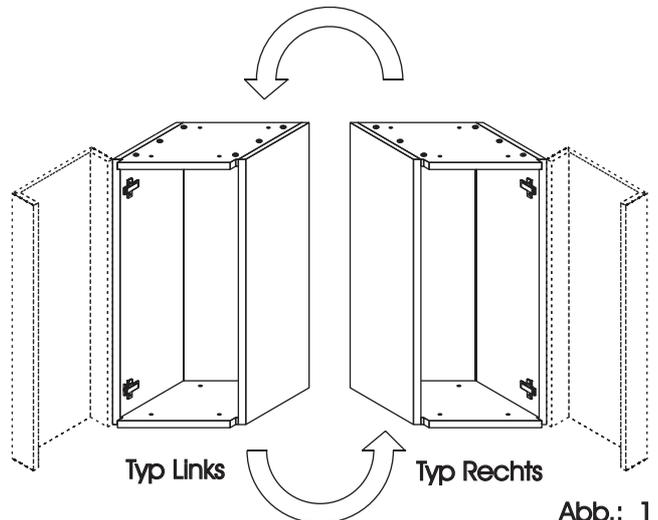

Abb.: 1
2. Das Unterteil ist Rechts / Links verwendbar. Entsprechend dem Typ müssen Sie das Element drehen. (Abb. 1)